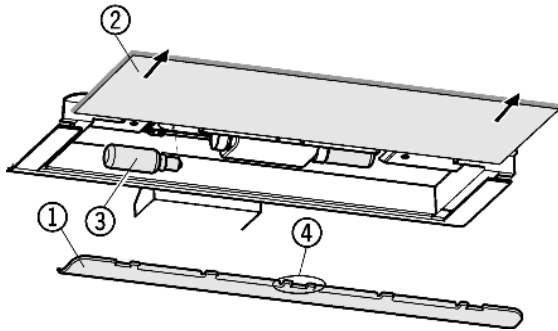

Fig. 13
- ▶ Снятие накладки Fig. 13 (1): сзади возьмитесь пальцем за накладку и снимите её с фиксатора.
- ▶ Извлеките стеклянную полку Fig. 13 (2).
- ▶ Лампу накаливания Fig. 13 (3) замените.
- ▶ Установка накладки на место: защелкните справа и слева, следя за тем, чтобы средний крюк Fig. 13 (4) захватил стеклянную полку.